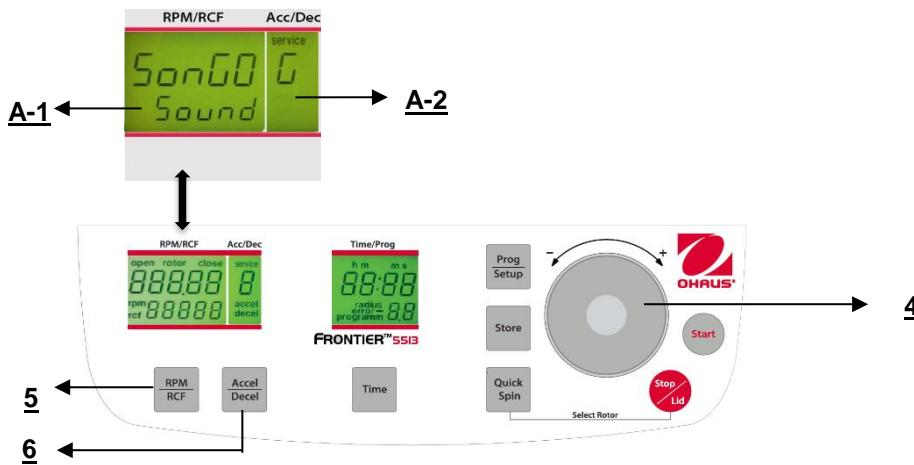

Figura. 32
Proceda como se describe en el punto 4.1.2 para ingresar en este modo de programa y luego presione el botón "Accel/Decel" (6). En la pantalla "Acc/Dec" (A-2) destella la palabra "Service". Ahora seleccione la letra "G" con el dial de ajuste (4). Como resultado, en la pantalla "RPM/RCF" (A-1) aparece la palabra "SonGo/Sound". Despues de presionar el botón "RPM/RCF" (5), puede seleccionar una melodía con el dial de ajuste (4). (Vea la Figura 32).